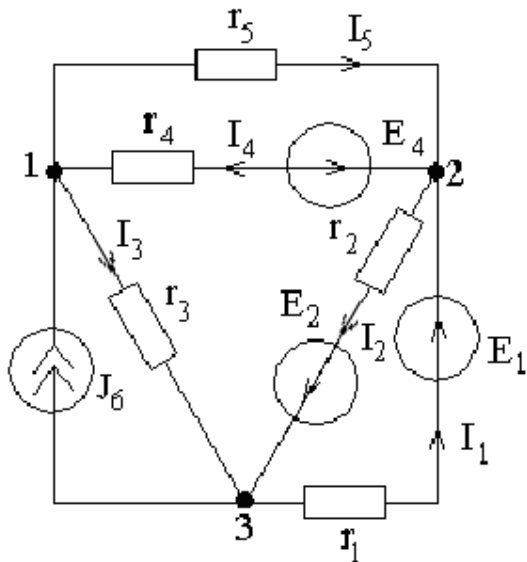

Рис. 46
16. Пользуясь методом узловых потенциалов определить все токи (рис. 46). $E_1=120$ В, $E_2=170$ В, $J_6=1,5$ А, $E_4=80$ В, $r_1=10$ Ом, $r_2=20$ Ом, $r_3=20$ Ом, $r_4=40$ Ом, $r_5=40$ Ом.